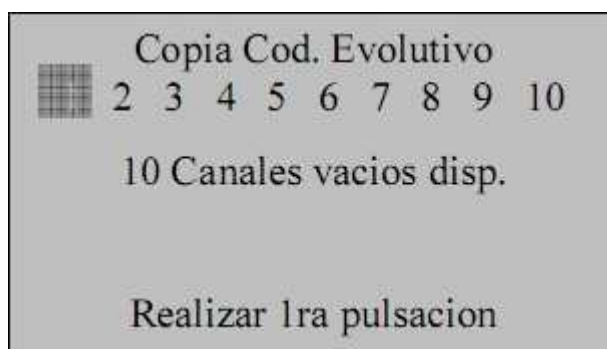

Fig.10
- No display aparece **“Procesando”** e **“Realizar 1ª pulsación”** (fig.10). Esta pulsação é feita com o 1º botão;
- Seleccionar com  ou  o canal do comando Remocon, para onde queremos copiar o canal correspondente do comando original (fig.10);
- No display aparece **“Realizar 1ª pulsación”** (fig.10). Esta pulsação é feita com o 1º botão;